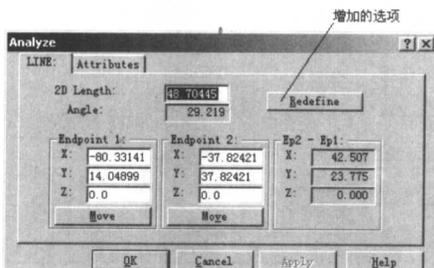

图 1-7
(5) 改进右键菜单, Mastercam 8 只有 11 项, 而 Mastercam 9 有 13 个选项。
(6) 在 Analyze (分析) 菜单增加了 Small Surface (小曲面的分析), 改进了检查实体的内容, 在“分析”对话框中, 增加了“重定义”按钮, 如图 1-7 所示。